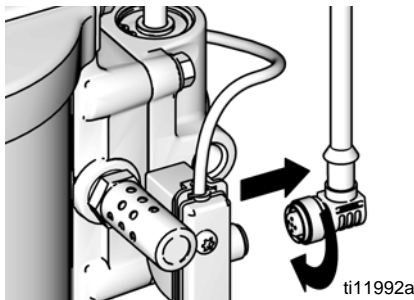

FIG. 9. Débranchement du DataTrak
- Dévissez le câble de l'arrière de l'ensemble de commutateurs à lame. Consultez la FIG. 9.